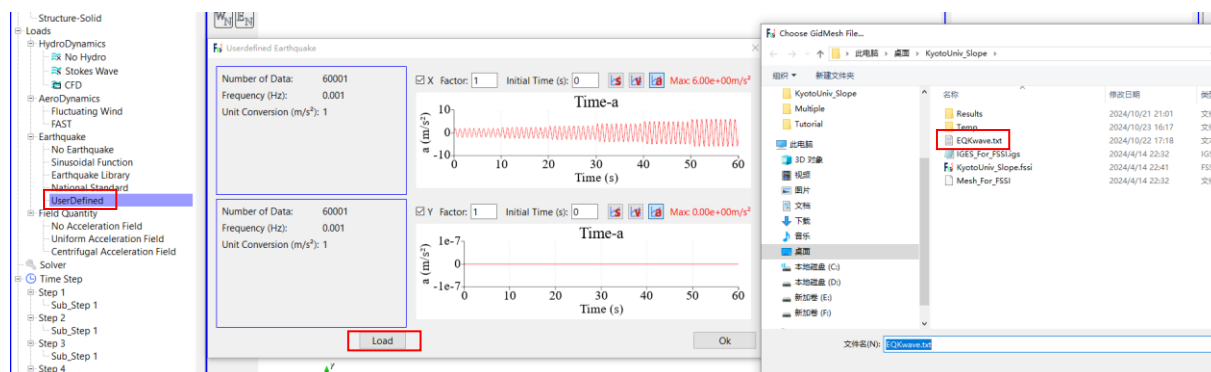

图 2.25 加载地震文件
Step 4 中，需要从外部加载地震波文件，具体操作为：选择左侧工具栏中的 Earthquake 点击 UserDefined，随后点击 Load 选择需要导入的地震波文件。具体操作如图 2.25 所示